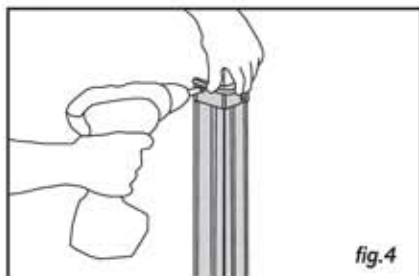

fig.4
- Percer le mur, cheviller et fixer les parties en commençant par le bouchon inférieur, la platine aluminium puis le bouchon supérieur (fig.4).